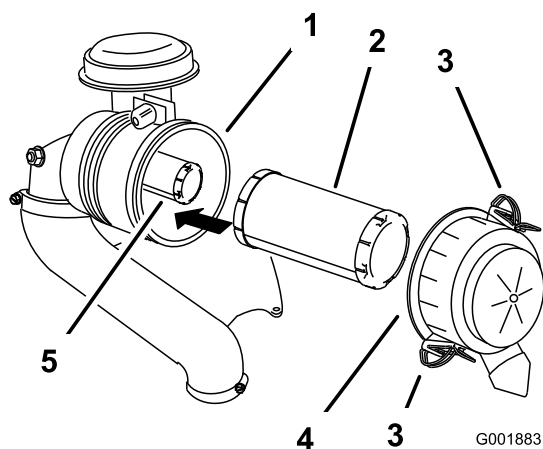

図 27
3. エアクリーナのラッチを外し、ボディからカバーを抜き出す 図 27。
5. 次フィルタをゆっくり引き抜くようにしてエアクリーナのボディから外す 図 27。
- 安全フィルタを交換する場合には、十分に注意しながら、フィルタのボディに挿入する 図 27。
- 1次フィルタをゆっくり押し込むようにして安全フィルタの上から取り付ける 図 27。
- 上下方向を確認し、Upと書いてある方を上に向けてエアクリーナカバーを正しく取り付け、ラッチを掛ける 図 27。